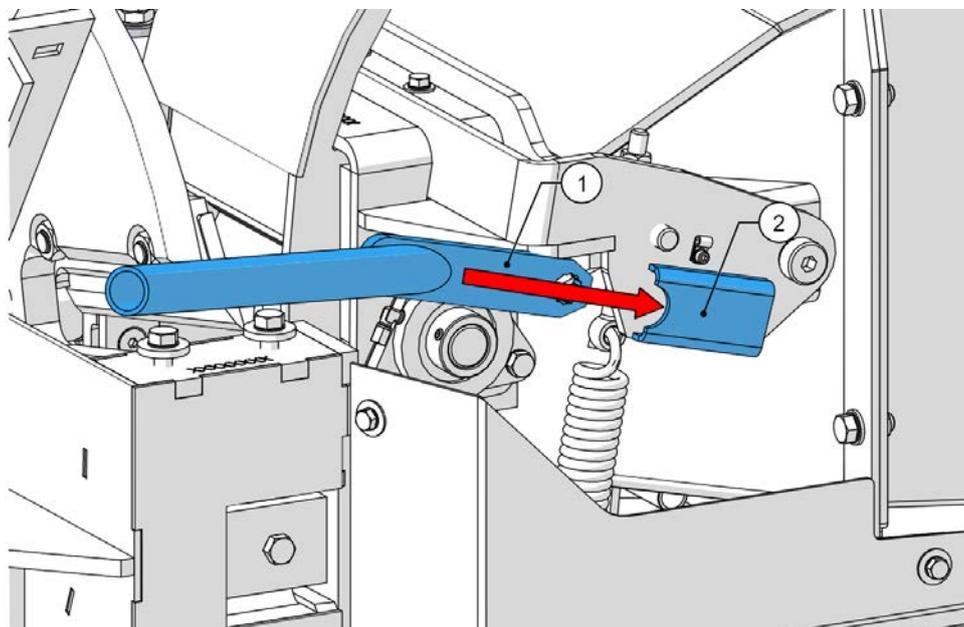

Figure 45 - Tension du ressort du rouleau d'alimentation
11. Insérez l'outil de levage du rouleau d'entraînement supérieur (1, Figure 45) dans la fente (2, Figure 45).